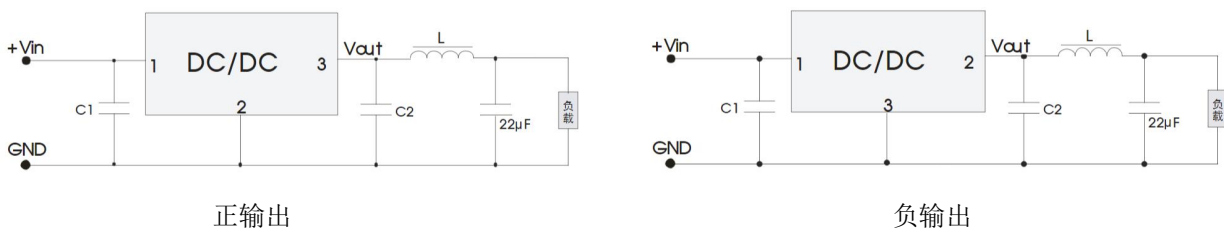

图 4 “LC”滤波应用电路
4. 此产品不支持热插拔, 输出端不能并联使用。若需要进一步减小输出纹波, 可在输出端外接一个“LC”滤波网络, L 推荐值为 10  $\mu$ H-47  $\mu$ H, 如图 4 所示。